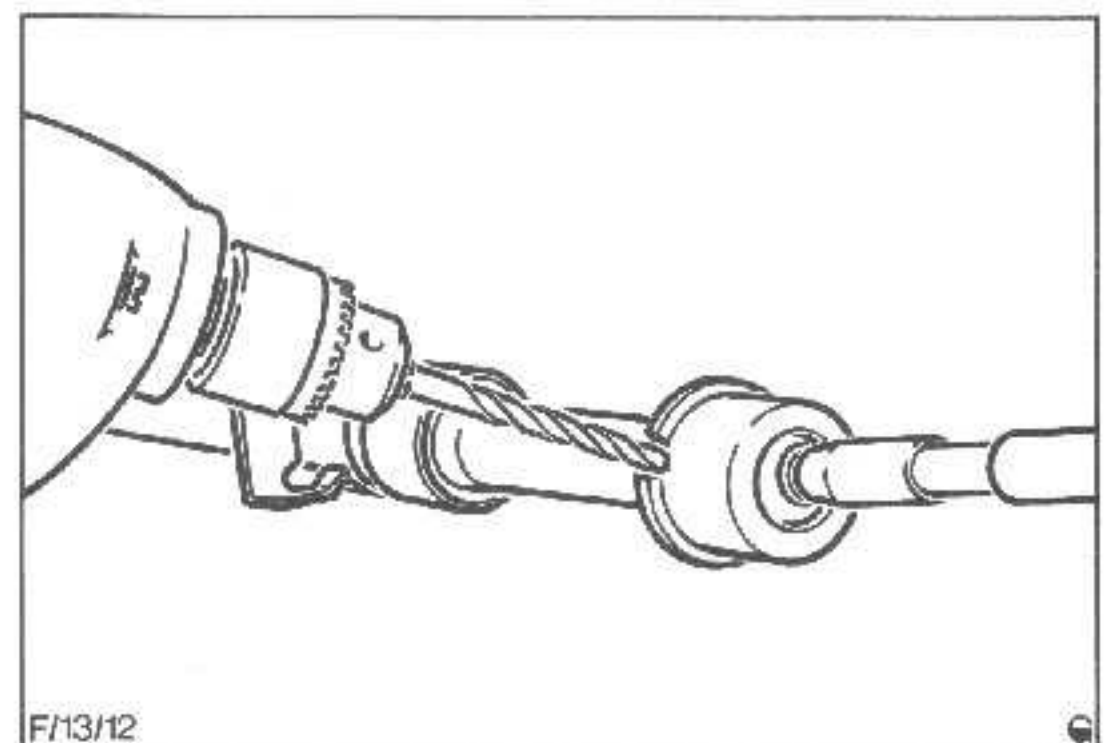

Abb.42 Bohrung für den Sicherungstift anbringen
27. Eine 4 mm Bohrung in der Mitte der Trennfuge, Kontermutter/Kugelkopfgehäuse, anbringen. Bohrtiefe: 9 mm, Abb.42. Darauf achten, daß keine Bohrspäne in das Gehäuse gelangen.